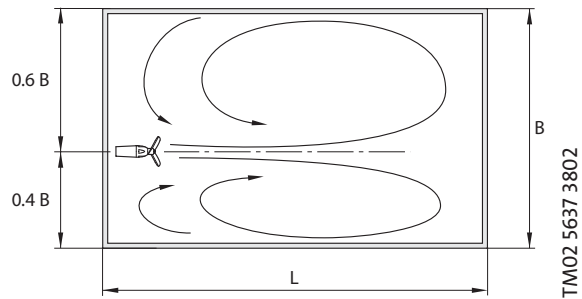

Рис. 16 Твёрдые включения поддерживаются во взвешенном состоянии в прямоугольном резервуаре.
- чтобы образовывался стабильный, циркуляционный поток, предотвращающий образование осадка. См. рис. 16